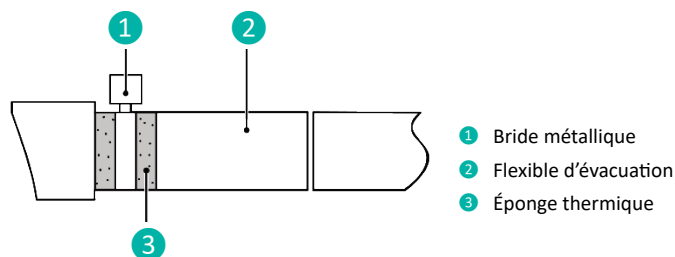

Fig. 4.3.2
- ① Insérez le tuyau d'évacuation dans le trou d'évacuation et serrez-le avec des rubans, comme illustré à la Fig.4.3.2. Le modèle avec pompe à eau est fourni avec un tuyau d'évacuation tandis que pour les autres modèles, vous devez vous procurer vous-même le tuyau d'évacuation.
- ② Serrez le collier de serrage, en maintenant une distance inférieure à 4 mm entre l'écrou de vis et le tuyau.